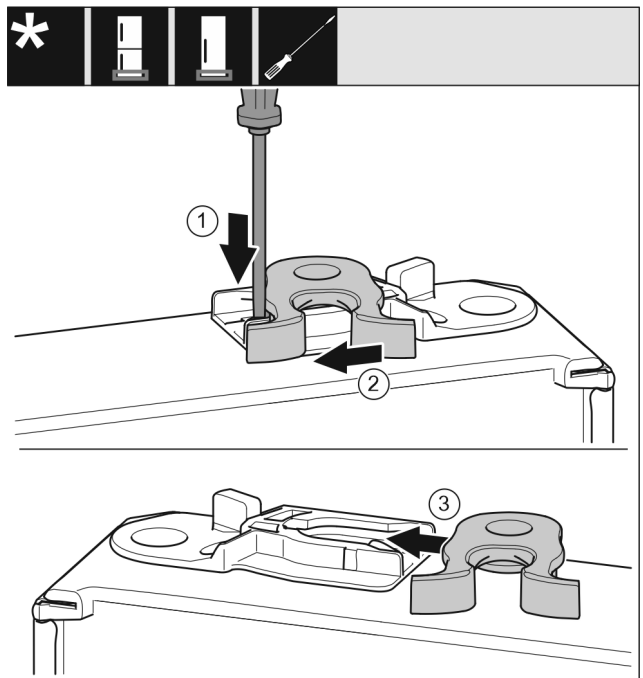

Fig. 24 *
- ▶ 用带槽螺丝刀向下按住接片 Fig. 24 (1)。*
- ▶ 将锁钩 Fig. 24 (2) 从导向装置拉出。*
- ▶ 将另一侧的锁钩 Fig. 24 (3) 推入导向装置。*